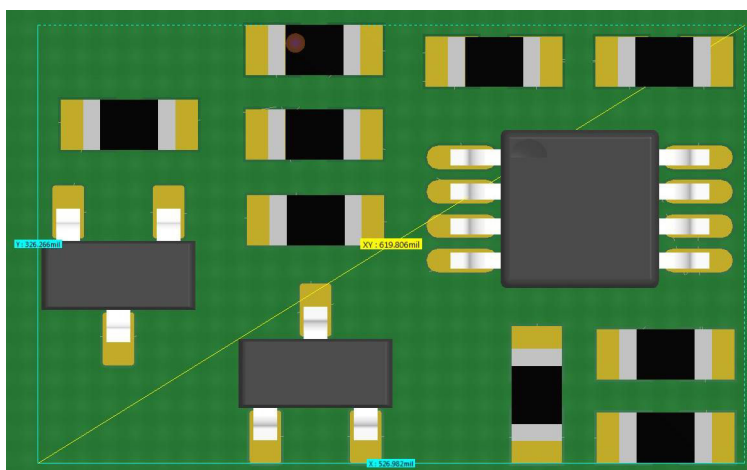

图 2-4. 两个 TL431LI + 双路比较器示例布局
- **两个 TL431LI + 两个比较器**：此解决方案使用四个较低成本的元件构建出一个欠压和过压监控解决方案。该解决方案需要至少四个外部电阻器来设置两个 TL431LI 器件的故障阈值，另外这两个器件还各自需要两个上拉电阻器。如果需要进行电平转换，则还要为每个比较器另外连接两个外部电阻器。尽管此解决方案成本较低，但器件尺寸加上外部元件通常导致该解决方案尺寸较大，如图 2-4 中所示。监控精度取决于 TL431LI 的等级以及所用电阻器的等级。此解决方案提供 3% 至 6% 的典型监控精度，但不提供精确磁滞。